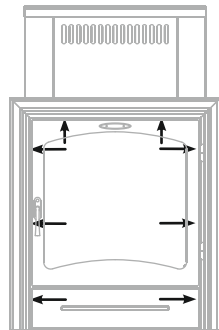

Рисунок 3. Места установки саморезов.
- 1) открутить саморезы 8 шт., которыми рамка прикрепляется к топливному каналу и снять ее; (см. рисунок 3)